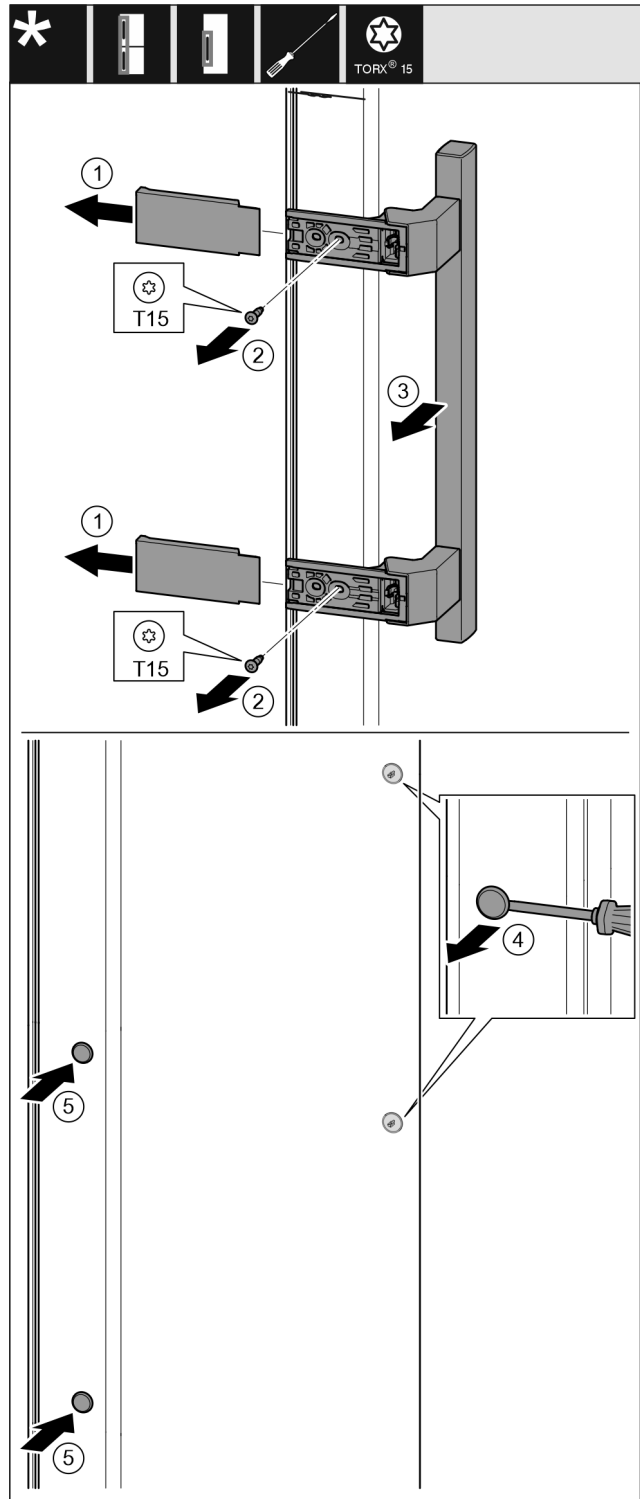

Fig. 17
- ▶ Stiahnite kryt. Fig. 17 (1)
- ▶ Skrutkovačom T15 vyskrutkujte skrutky. Fig. 17 (2)
- ▶ Odoberte držadlo. Fig. 17 (3)
- ▶ Plochým skrutkovačom opatrne nadvihnite a vyberte bočnú zátku. Fig. 17 (4)
- ▶ Zátku opäť nasadte na druhú stranu. Fig. 17 (5)